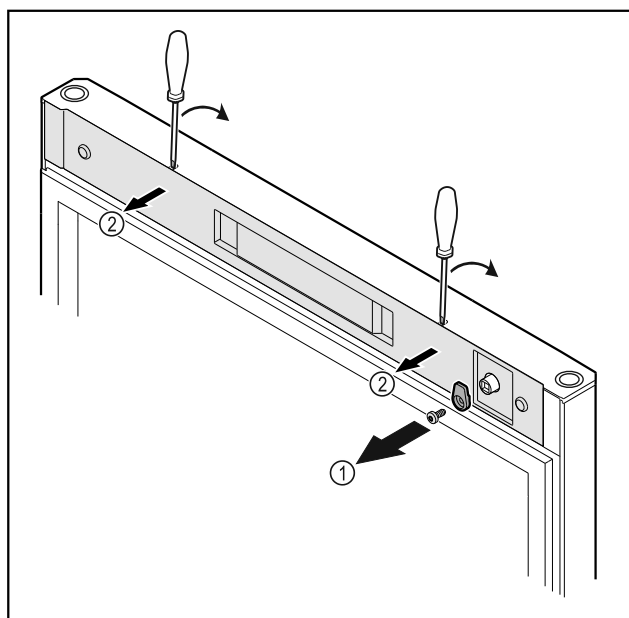

Fig. 53
- Deșurubați Fig. 53 (1) cârligul de închidere.
- Deblocați capacul Fig. 53 (2) cu o șurubelniță mică și detașați-o.